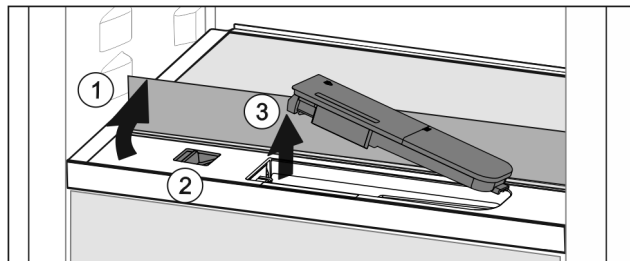

Fig. 56
- Løft glassplaten og vipp opp til anslag bakover *Fig. 56 (1)*.
- Skyv skyveren *Fig. 56 (2)* til venstre.
- Ta ut vanntanken *Fig. 56 (3)*.